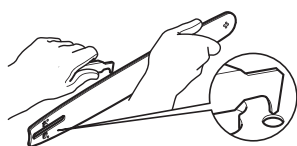

Fig. 48
3. Vérifiez le pignon d'entraînement (24). S'il est usé ou endommagé, il devra être remplacé par le fabricant, par son représentant ou par une autre personne qualifiée.
4. Pour nettoyer les résidus accumulés dans les rails du guide-chaîne (13) utilisez un tournevis, un couteau de vitrier, une brosse métallique ou autre outil similaire. Cela permettra une meilleure circulation de l'huile afin que la chaîne (14) et le guide-chaîne (13) soient correctement graissés en permanence (Fig. 48).